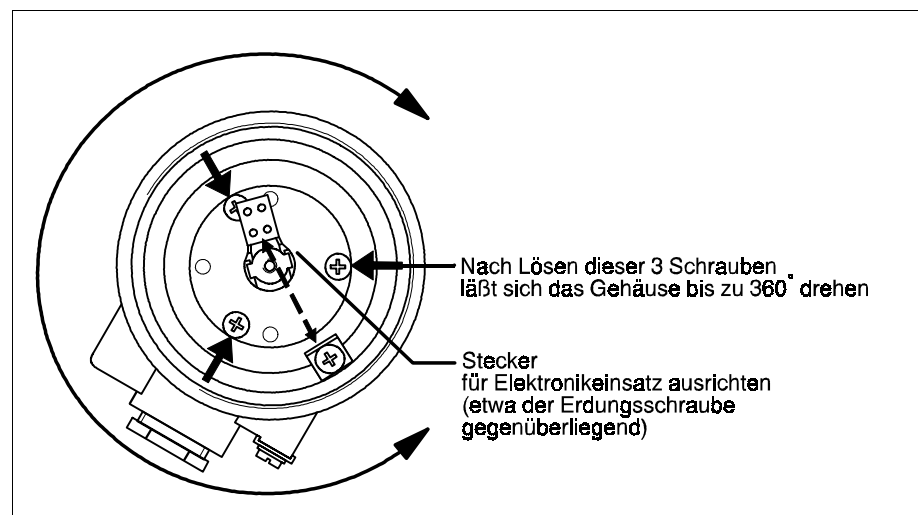

Fig. 14
- 3 Schrauben im Gehäuse etwas lösen, siehe Fig. 14.